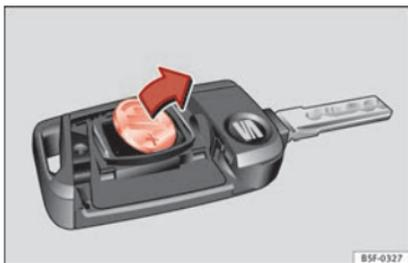

Fig. 94 Chiave del veicolo: estrarre la batteria.
- Estrarre la batteria dal vano con un oggetto fino adatto »»» **fig. 94**.
- Collocare la nuova batteria come illustrato »»» **fig. 94** e inserirla nel vano batteria nella direzione contraria a quella indicata dalla freccia »»» ❷.